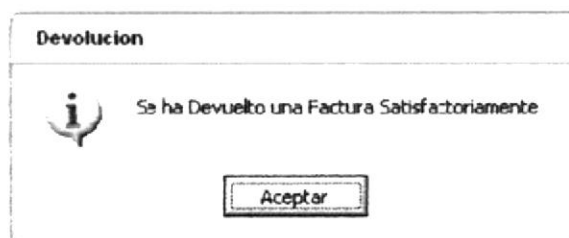

Figura 4.25 Mensaje de confirmación del Proceso
9. Si se ha realizado el ingreso satisfactoriamente aparecerá el mensaje. (Ver figura 4.25)